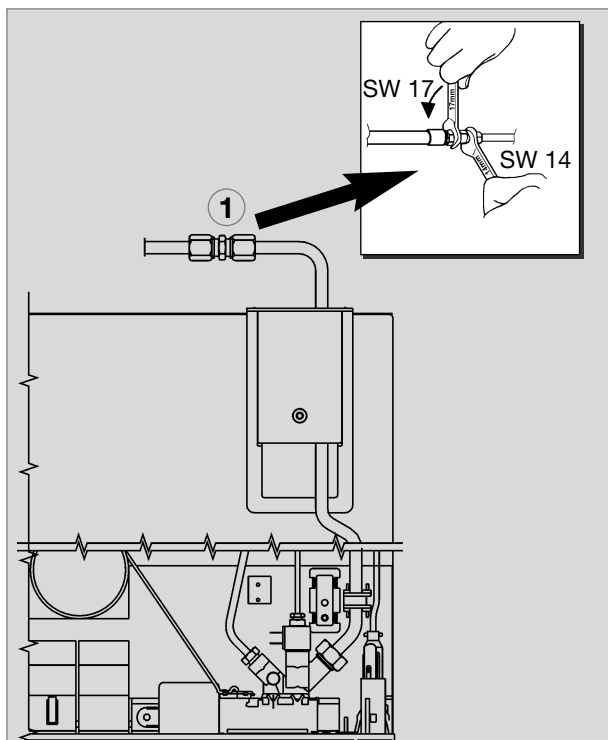

Fig. 61
- Le raccordement à l'appareil s'effectue à l'aide d'un raccord à bague coupante (raccord Erméto) conforme à la norme L8, DIN 2353-ST selon la EN 1949 (Fig. 61, 62).